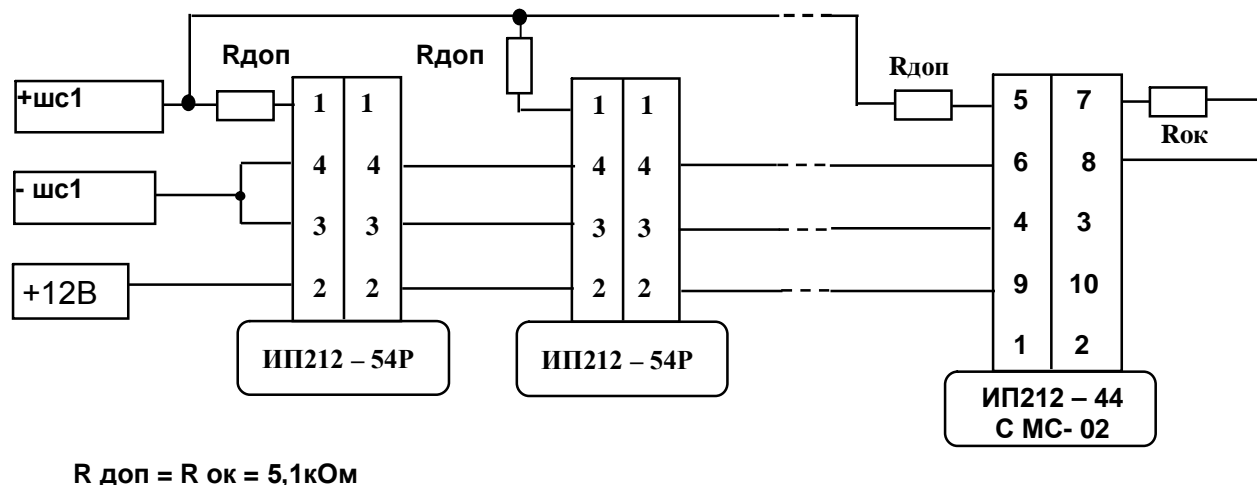

Рис.2 Пример шлейфа пожарной сигнализации в режиме двухуровневого извещения “Пожар”
3.1.2 В режиме “Контроль” прибор контролирует параметры шлейфов и состояние пожарных извещателей всех типов, включённых по схемам, приведённым на рис.1, рис.2 и отображает состояние шлейфов при помощи индикаторов “1”, “2” и “3”.
- срабатывания двух дымовых извещателей, включённого по схеме рис.2.